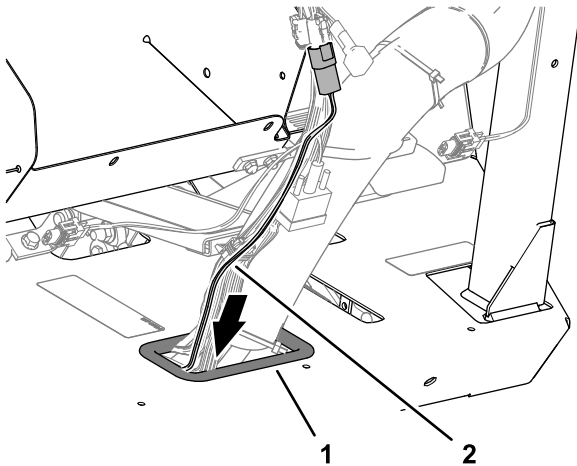

Figure 36
1. Passez l'autre extrémité du faisceau de bus ISO-CAN dans le passe-câble du plancher (Figure 36).